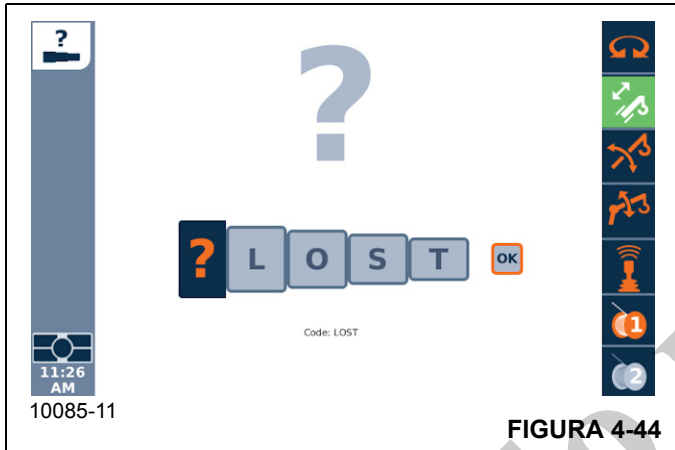
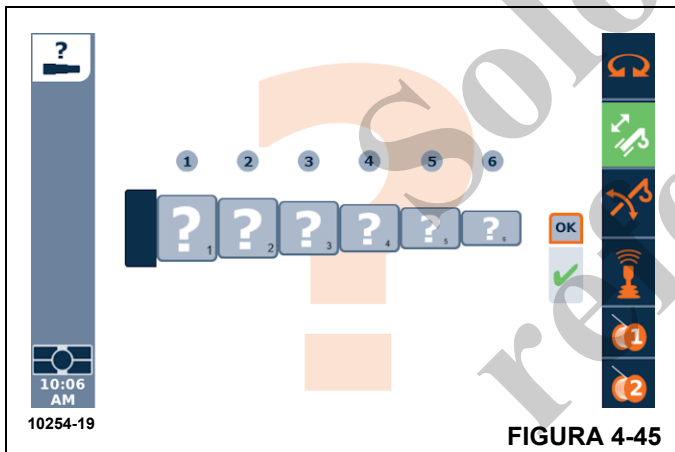

FIGURA 4-44
FIGURA 4-45
Aparece la pantalla de solicitud de restauración telescópica como se muestra en la Figura 4-44. Esta pantalla es para introducir un código de confirmación. El código de confirmación es L-O-S-T. Cuando se introducen estas letras en la pantalla, se puede usar el botón Intro sobre la opción OK que se muestra en la pantalla. Si este es el código correcto, aparece la pantalla de restauración telescópica como se muestra en la Figura 4-45.
- En la pantalla de restauración de telescopización, como se muestra en la Figura 4-45, el operador puede indicar la configuración de pluma actual (“estado de telescopización real”). Se ven 6 cuadros disponibles (para las 6 secciones de pluma telescópicas). Cada uno de estos cuadros puede usarse para cambiar a uno de los siguientes valores:
- Cuando cada uno de los cuadros se haya ajustado con el valor o indicación correcto, puede usarse un botón Intro en la opción OK de la pantalla. Si el sistema de control confirma esta configuración de pluma, aparece un signo de verificación bajo la opción OK. De lo contrario, permanece el signo de interrogación bajo OK (como en la Figura 4-45); en este caso, el operador debe salir de la pantalla y repetir el intento de ingresar la configuración real de la pluma.